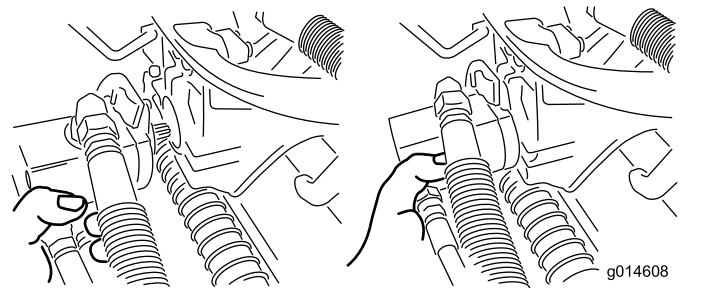

図 50
3. 外したモータは、サスペンションアームの前方にある一時保管位置にセットしておく(図 50)。